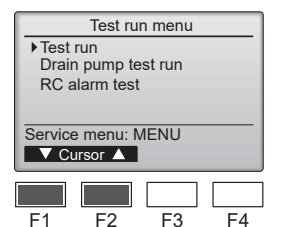

Fig. 7-2
- 2 Seleccione "Test run" (Modo prueba) desde el menú Modo prueba, y pulse el botón [SELECT/HOLD] (Aceptar/Retener). (Fig. 7-2)